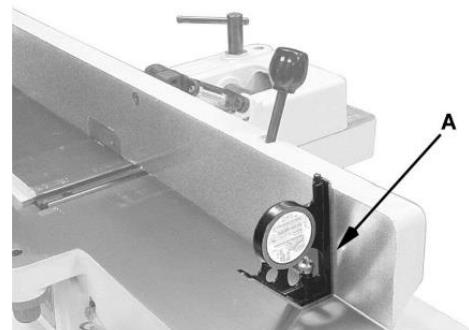

Рисунок 18
- Вручную поверните упор на требуемый угол; для определения угла используйте измеритель угла (в комплект не входит) (A, рисунок 18).